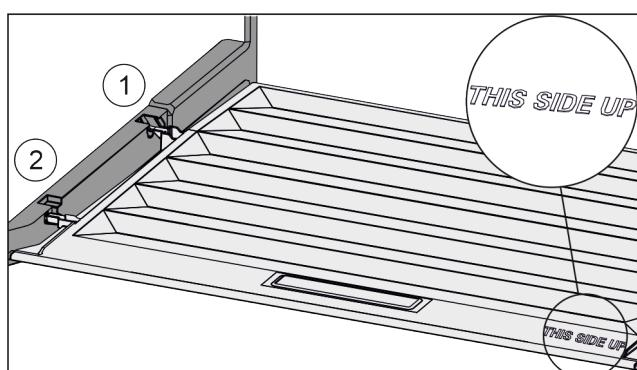

Fig. 37
- Výstupky víka zavedte do zadních držáků Fig. 37 (1) a vpředu zaklesněte do držáku Fig. 37 (2).